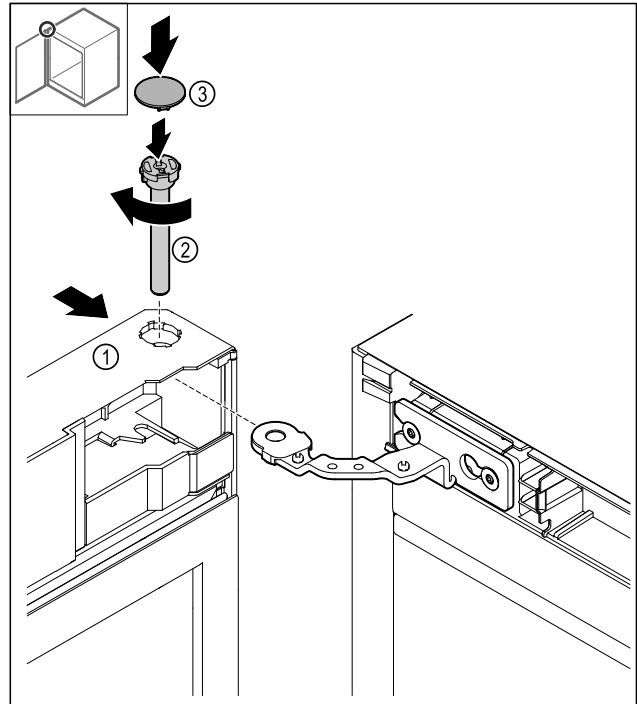

Fig. 47
- ▶ Nasuňte dveře Fig. 47 (1) nahoře na závěs.
- ▶ Zasuňte čep Fig. 47 (2) a pevně jej utáhněte ve směru hodinových ručiček.
- ▶ Nasadte kryt Fig. 47 (4).